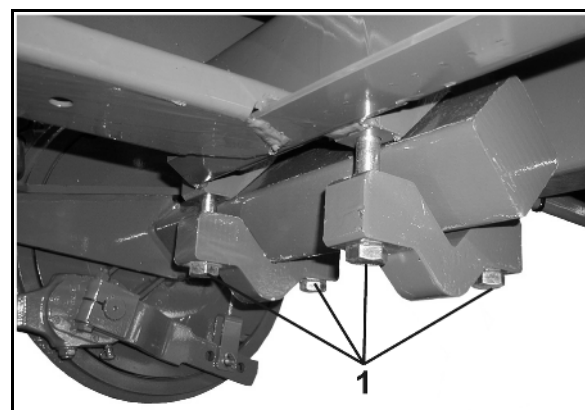

Fig. 120
4. Klemmschrauben (Fig. 120/1) lösen.